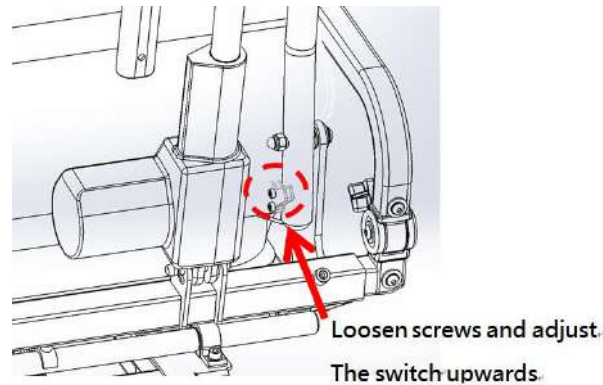

Figura 5-163
- Conduzca la silla cuando esté reclinada en su posición más baja. Si la silla se detiene, ajuste el interruptor. (Figura 5-163).